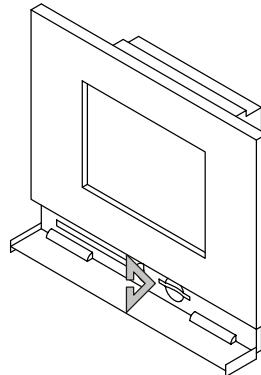

Fig. 68
2. SD-Karte in das Raum-\\Controlpanel einführen und Button „Multimedia-/SD-Karte lesen“ drücken (Fig. 68).